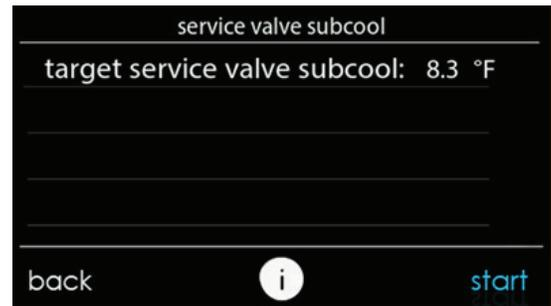

Fig. 13 – Vanne de service de liquide – Sous-refroidissement cible A200032
6. L'écran suivant affiche le sous-refroidissement cible qui doit être atteint pendant la charge (voir la Fig. 13). Avant de sélectionner le démarrage, vérifiez que les vannes de service sont ouvertes.